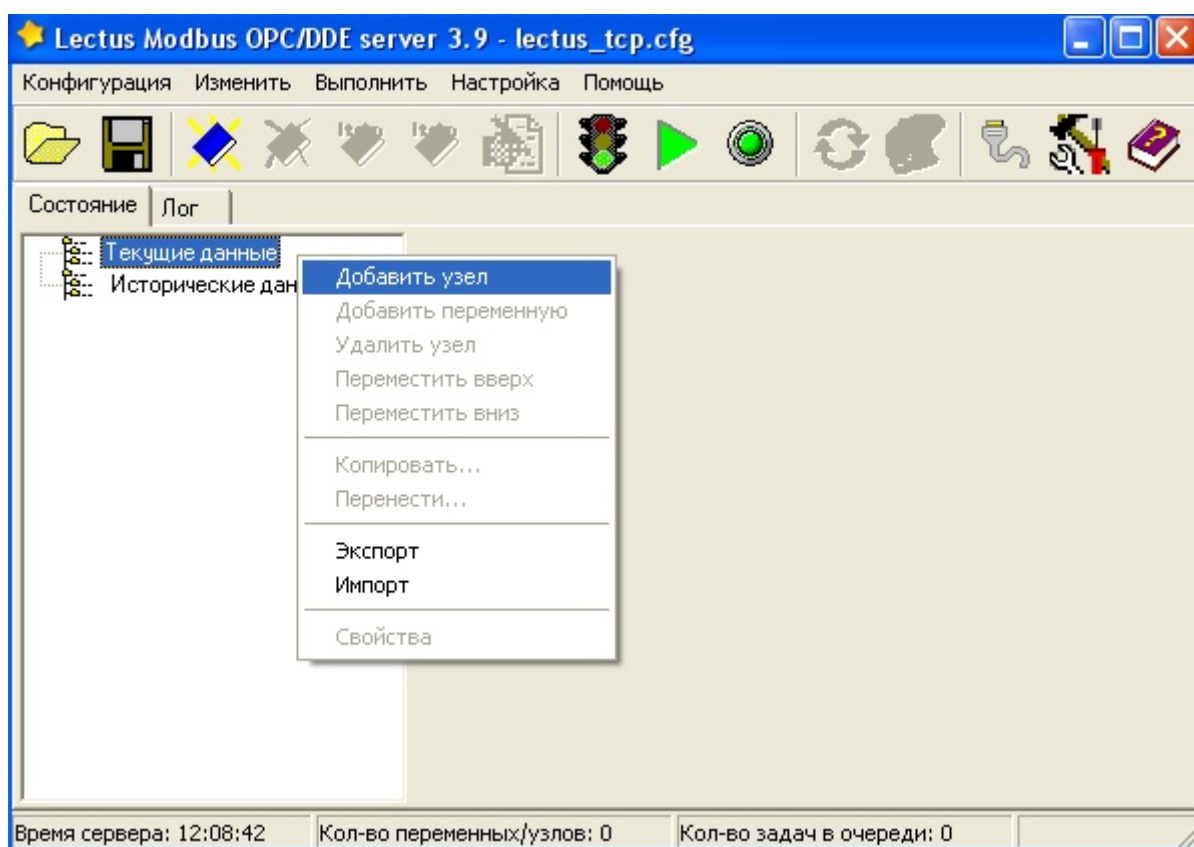

Рис.3.1
- 3) Добавить к текущим данным новый Modbus-узел (Рис.3.1).